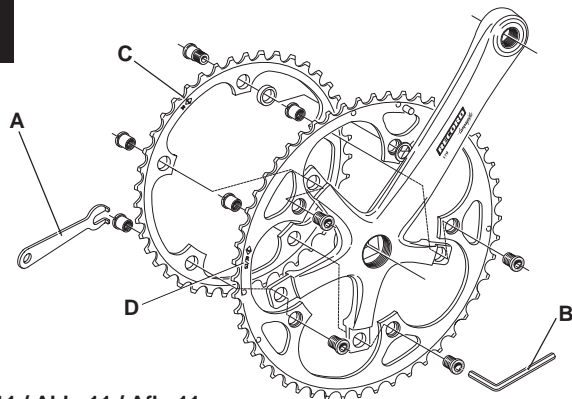

Fig. 11 / Abb. 11 / Afb. 11
- l'alignement des losanges estampillés sur les plateaux (C-Fig. 11);
- la compatibilité des plateaux en vérifiant les numéros estampillés sur le plateau extérieur (plateau extérieur + plateau central dans le cas de pédalier triple) (D-Fig. 11).
- Inmovilizar las tuercas de fijación de los engranajes con la llave UT-FC040 (A-Fig. 11) mientras se atornillan/destornillan los tornillos con la llave Allen de 5 mm (B-Fig. 11).
- la alineación de los rombos troquelados sobre los engranajes (C-Fig. 11);
- la compatibilidad de los engranajes, comprobando los números troquelados sobre el engranaje exterior (exterior y central en caso de brazos de pedaleo triples) (D-Fig. 11).
- Houd de bevestigingsmoeren van de kettingbladen met de sleutel UT-FC040 (A-afb. 11) tegen terwijl u de bouten met een inbussleutel van 5 mm (B-afb. 11) aandraait/eruit draait.
- of de ruitjes die in de kettingbladen gestanst zijn (C-afb. 11) op één lijn zijn;
- of de kettingbladen geschikt zijn waarbij u de nummers die in het buitenste kettingblad gestanst zijn (het buitenste en het middelste kettingblad in geval van een driedelig crankstel) (D-afb. 11) moet controleren.